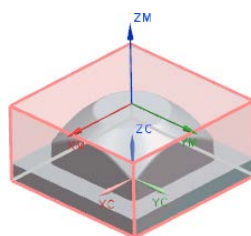

图 5.5 毛坯几何体
Step3. 单击“毛坯几何体”对话框中的按钮，系统返回到“工件”对话框，完成图 5.5 所示的毛坯几何体的创建。